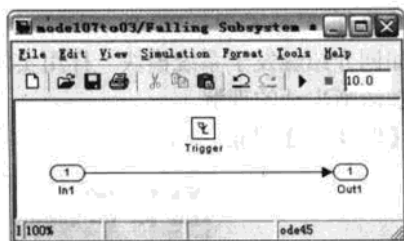

图 7.12 Falling Subsystem 子系统模型
(5) Falling Subsystem 模块参数设置。双击此模块，弹出窗口如图 7.12 所示，然后双击其中的 Trigger 模块，在弹出的参数对话框中设置 Trigger Type 栏中选项为 falling，然后单击 OK 按钮。